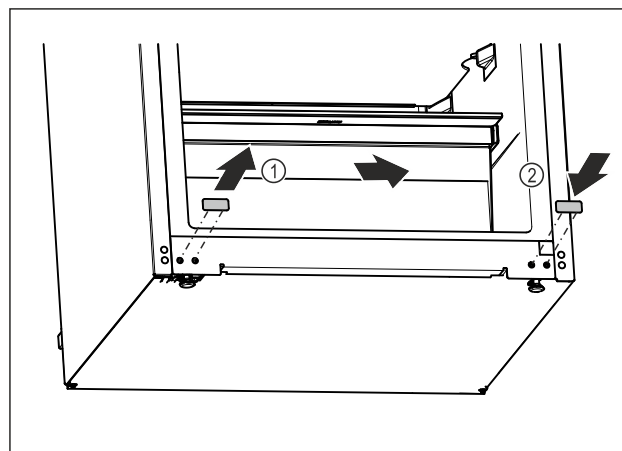

Fig. 18
- ▶ Wyjąć zatyczkę osłonki. Fig. 18 (1)
- ▶ Założyć zatyczkę osłonki po przeciwległej stronie. Fig. 18 (2)